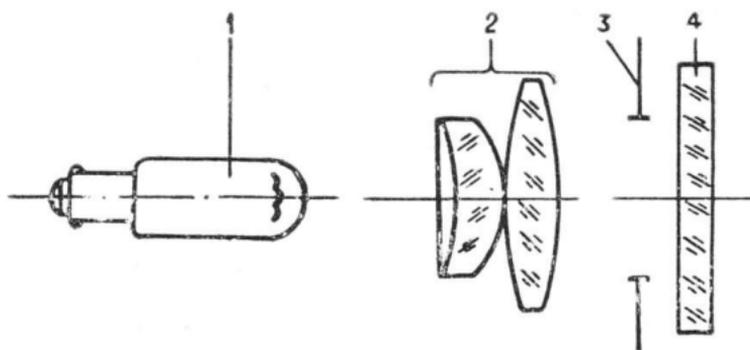
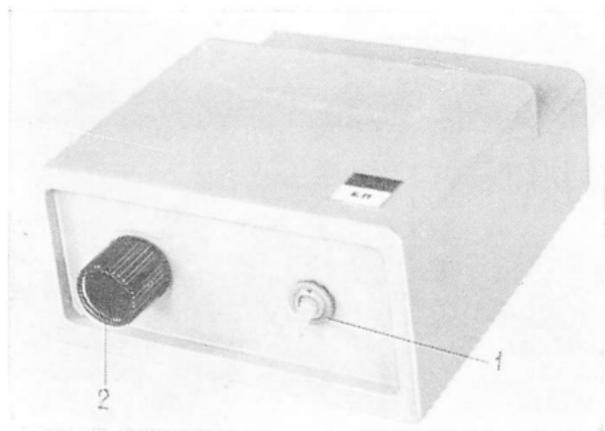
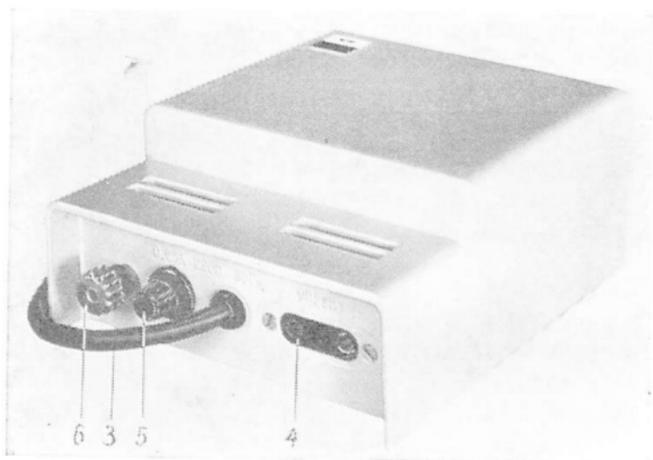

Bild 1
Abb. 2
Abb. 3
Das optische Schema des Beleuchters besteht aus Glühlampe 1 (Bild 1), Zweilinsen-
Die Schaltung des Netzanschlußgeräts ist in der Abb. 1 gezeigt, die Gesamtansicht — in der Abb. 2 und 3.
Auf der Vorderplatte des Netzanschlußgeräts (Abb. 2) sind der Kippschalter 1 und der Handgriff 2 für Ausgangsspannungsregelung angeordnet. An der Hinterwand des Geräts (Abb. 3) sind Stecker 3 mit Leitung, Steckerklotz 4, Sicherungshalter 5, Klemme 6 für Erdung montiert.
5.1. Das Netzanschlußgerät erden (Abb. 3).